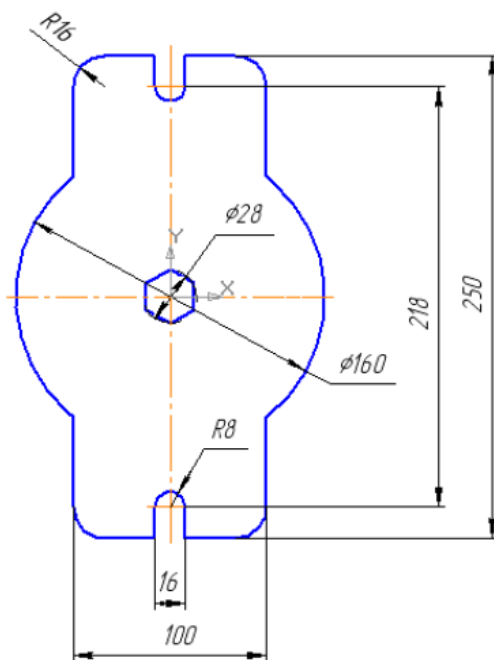

Рис. 1.
**Задание 1.** В программе Компас-3D создать чертеж детали, представленный на рис. 1 (тип документа – фрагмент).